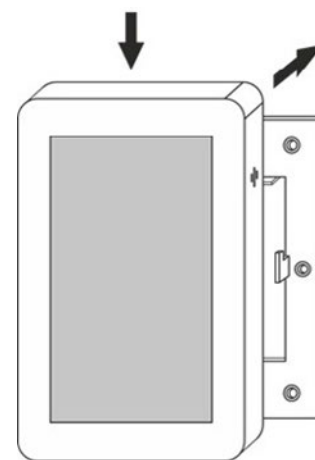

Рис.14
5. Установить панель на монтажную рамку согласно рисунку (см. рис.14).